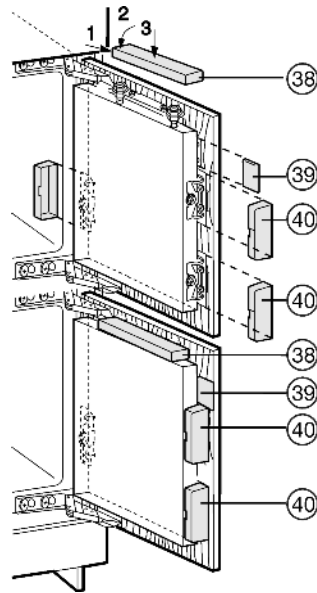

Fig. 31
- ▶ Obere Abdeckungen *Fig. 31 (38)* aufsetzen und einrasten.
- ▶ Seitliche Abdeckungen *Fig. 31 (39)* aufsetzen, bis zum Anschlag aufschieben und dann aufdrücken, bis sie hörbar einrasten.
- ▶ Abdeckungen *Fig. 31 (40)* seitlich aufschieben dann mit einem Schraubendreher nach vorn ziehen, so dass sie einrasten.